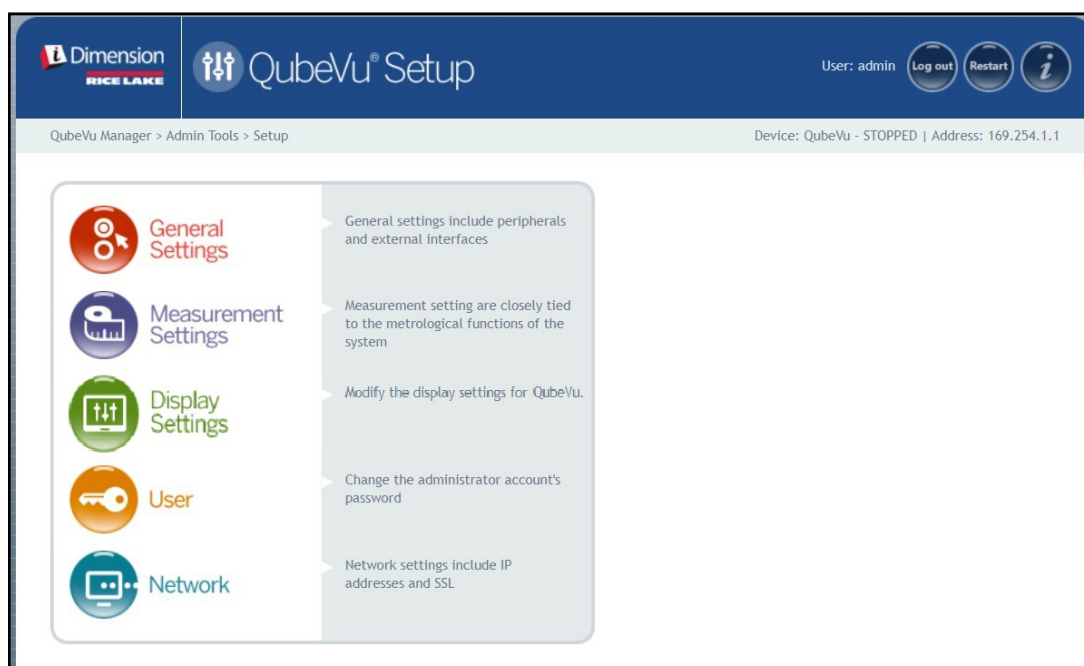

Figura 5-1. Menú Setup (Configuración)
- Seleccione  **General Settings** en el menú **Setup** (Configuración) (Figura 5-1 en la página 24). Aparecerá el menú **General Settings** (Ajustes generales).